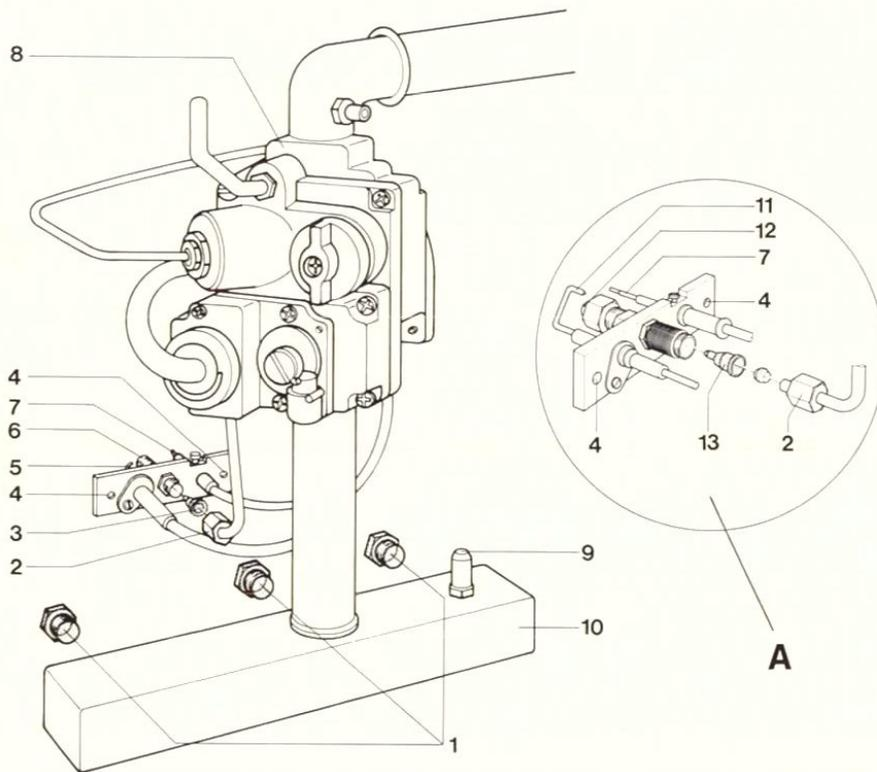

Abb. 28
Legende zu Abb. 28:
- b) Brennerdüsen (1), Abb. 28, austauschen. Dichtungsmaterial ist nicht zu verwenden.
- c) Verschraubung (2), Abb. 28, lösen. Zündgasrohr abziehen. Zündbrennerdüse (3), Abb. 28, wieder festschrauben.